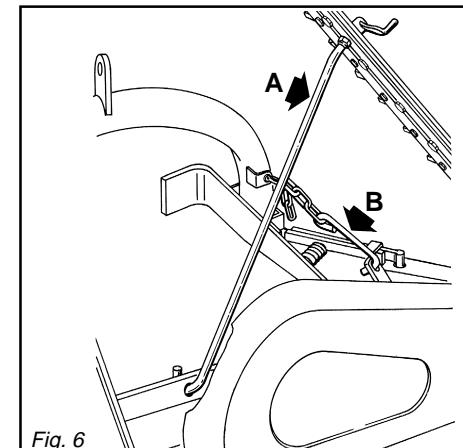

Fig. 6
- 34) Per la fase di trasporto, regolare e fissare le catene dei bracci laterali di sollevamento del trattore; alzare la barra falciante; assicurarla con il tirante di aggancio (A, Fig. 6); infilare il gancio di sicurezza (B, Fig. 6 and 7); coprire le lame taglienti e la scarpa esterna con le apposite protezioni; sollevare l'attrezzatura; mettere in posizione di blocco la leva di comando del sollevatore idraulico.
- 34) *Fix the side lift links with the relative chains and idlers during the transport phase; raise the cutter arm; fix it in place with the rod (A, Fig. 6); insert the safety hook (B, Fig. 6 and 7); cover the cutters and outer skid with the relative guards; raise the mowing bar; set the control lever of the hydraulic lift to the locked position with the implement raised.*
- 34) Beim Transport müssen die seitlichen Lenker mit den Stabilisierungsketten und Spannvorrichtungen befestigt werden; wird den Balken hochgelöst; mit dem Zughaken (A, Abb. 6) absichern und den Sicherheitshaken (B, Abb. 6 und 7) einrasten lassen; die Mähmesser und den Außenschuh mit den jeweiligen Schutzvorrich-tungen abdecken; beim Strassentransport mit ausgehobenem Anbaugerät ist der Schalthebel des Kraft-hebers in die blockierte Stellung zu setzen.
- 34) *Lors du transport, fixez les barres de relevage par les chaînes et ten-deurs; soulever la barre de coupe; accrochez-la au moyen du tirant (A, Fig. 6); mettez aussi le crochet de sécurité (B, Fig. 6 et 7); couvrez les lames de coupe et le sabot extérieur au moyen des protec-tions; soulever la faucheuse; met-tez le levier de commande du relevage hydraulique en position de blocage.*
- 34) En la fase de transporte, fijar con las relativas cadenas y tensores los bra-zos laterales de elevación; levantar la barra; bloquearla con el tirante de enganche (A, Fig. 6); inserir el gancho de seguridad (B, Fig. 6 y 7); cubrir las hojas de las cuchillas y la galga externa con las relativas proteccio-nes; poner en posición de bloqueo la palanca de mando del elevador hidráulico.